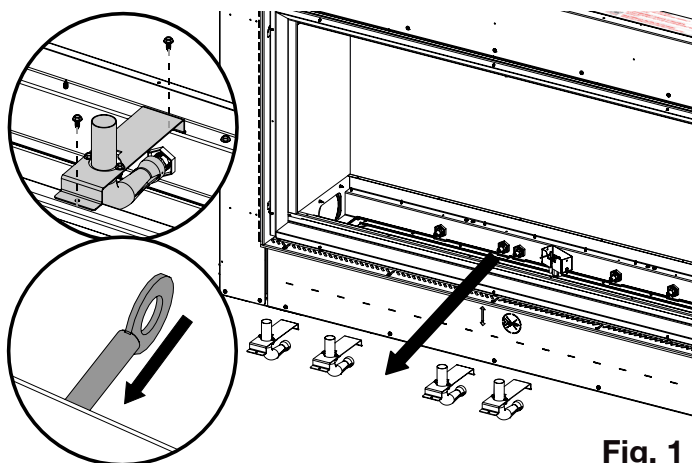

Fig. 1
4. Retirer les venturis en enlevant les 2 vis qui fixent chaque support (**Fig. 1**).